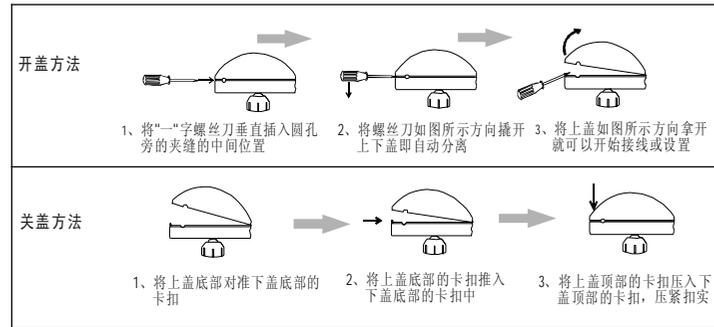

图1
(如图1)
⑨
⑩
<p>1、如图8,安装位置应避免正对门窗及其他突发光源(如车头灯)的直接照射。</p> <p>2、如图9,因红外探测器对空气对流和温度敏感,因此安装的位置应避免靠近冷热源和空气对流量大的地方:如通风口、空调、电暖器、门窗口。</p> <p>3、人体的移动方向相对于红外探测器应当形成横向移动时灵敏度最高,如图5。而不应当正对红外探测器,如图10。</p> <p>4、探测器对防护区域应可直视,不应有障碍物,以免形成探测盲区,如图11。</p> <p>5、安装应当根据实际防护要求选择最佳的安装方式与位置(如图12)。</p> <p>1、如图1,打开探测器,根据实际需要探测器进行设置。建议壁挂时采用双脉冲报警模式以减少误报,吸顶时采用单脉冲模式以提高灵敏度。</p> <p>2、将线路连接完毕,将上盖合上,通电,指示灯闪烁表示上电封锁开始。上电封锁期间,测试人员不可在探测区域内活动,直到封锁时间结束(指示灯停止闪烁),才可以进行测试。</p> <p style="text-align: right;">⑪</p>	<p>3、将探测器装入外壳中,将报警主机布防,然后用手模拟人体在探测器镜片前方大概20厘米位置移动进行模拟报警,看是否符合您的要求。若不符合要求可将探测器断电重新进行设置,然后上电,直到测试通过。</p> <p>4、将报警主机撤防,打开探测器上盖后报警主机将立即报警,表示防拆功能正常</p> <p>5、将安装底座固定在欲安装位置并使用钉子或自攻螺丝锁紧(如图13);将探测器支架放入底座(如图14)根据 j 安装工艺要求;调整好角度(如图15),确认无误后将支架固定部件旋紧(如图16)。</p> <p>6、模拟报警:将报警主机布防,探测器上电封锁完成后,人在距探测器前方横向移动穿越幕帘区域(如图6或图7),穿越幕帘区域后探测器指示灯长亮约2秒,主机立即报警。将主机撤防后再次布防,若此时是单向报警,则需要等待8秒,再次穿越幕帘区域,看是否再次报警。若是双向报警,则无需8秒等待时间,即可立刻报警,经过多次测试均能正常报警则说明安装正确,</p> <p style="text-align: right;">⑫</p>